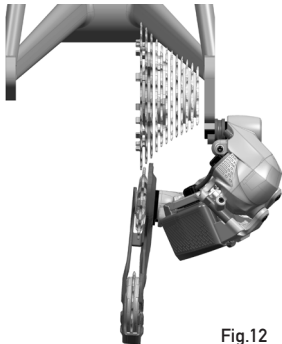

Fig.12
- ao colocar o desviador traseiro na roda dentada maior, olhando pela parte traseira, será possível observar que a parte inferior da gaiola do jóquei está muito próxima dos raios da roda, pois provavelmente o dropout do desviador traseiro está torto (Fig. 12).